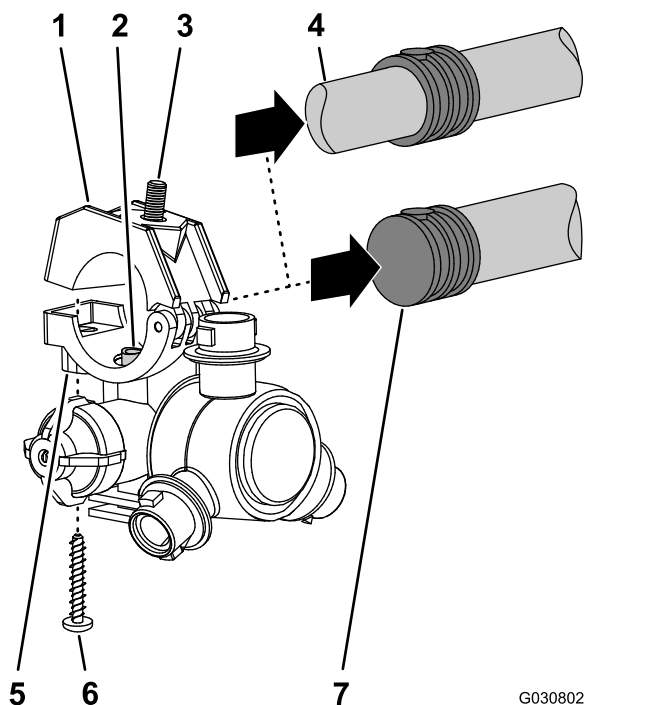

Bild 120
5. Arbeiten Sie mit den acht Sprühdüsen, die Sie in Schritt 1 entfernt haben, und nehmen Sie die Edelstahlschrauben (Nr. 2 x 1-1/4") ab, mit der die oberen Klemmenhälften und der gezahnte Einzelschlauch- oder Doppelschlauchschaft (3/4") am Gehäuse jeder Sprühdüse befestigt sind; nehmen Sie die gezahnten Schlauchschaft ab (Bild 120).